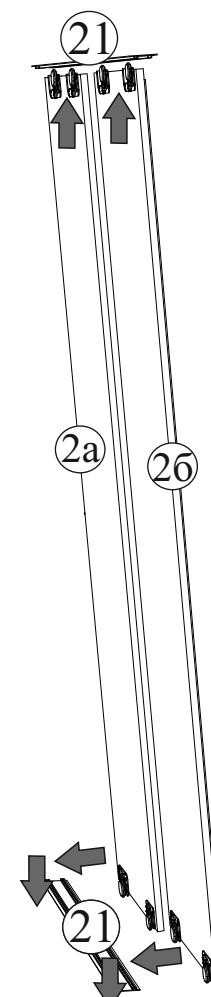

Рис.13
15. И последнее - это установка ручек в отверстия на дверях-купе, поклейка самоклеящегося щлегеля на торец двери со стороны ручки и установка готовых дверей в шкаф (рис.13). После установки двери отрегулировать по боковинам шкафа с помощью регулировочных винтов на нижних роликах.